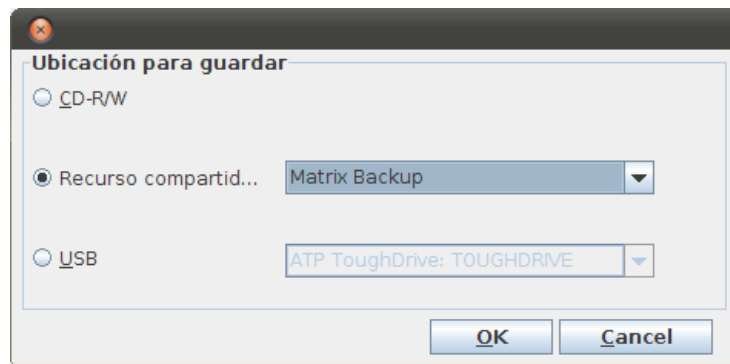

Figura 7-2 Cuadro de diálogo Ubicación para guardar (Copia de seguridad de la base de datos)
2. En la sección Database Backup (Copia de seguridad de la base de datos), seleccione el botón browse (examinar) () para seleccionar una ubicación para la copia de seguridad. A continuación, aparece el cuadro de diálogo Save Location (Ubicación para guardar) (Figura 7-2).